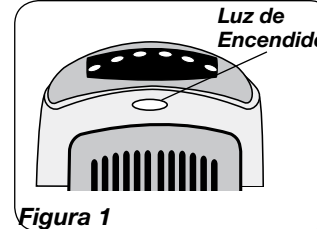

Figura 1
4. Cuando el Calefactor se conecte por primera vez, se oirá un "bip" y la **Luz de Encendido** se encenderá indicando que hay electricidad en la unidad. La **Luz de Encendido** permanecerá encendida hasta que el Calefactor sea desconectado del tomacorriente eléctrico. (Figura 1)